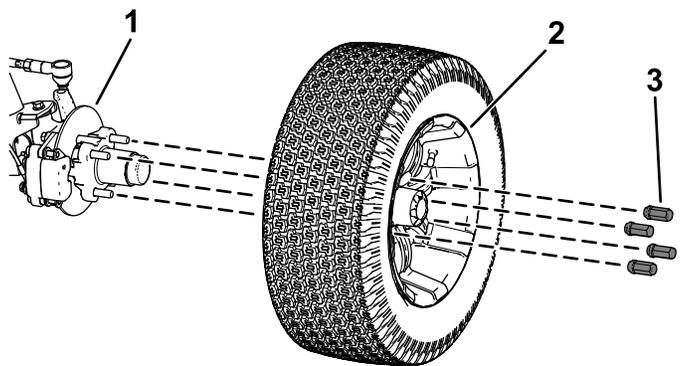

Bild 37
2. Nehmen Sie die vier Radmuttern ab, mit denen das Rad an der Radnabe befestigt ist (Bild 37).
- Befestigen Sie das Rad mit den Radmuttern an der Nabe (Bild 37).
- Fluchten Sie die Löcher im Rad mit den Bolzen der Nabe aus und montieren das Rad so an der Nabe, dass das Reifenventil außen ist (Bild 37).